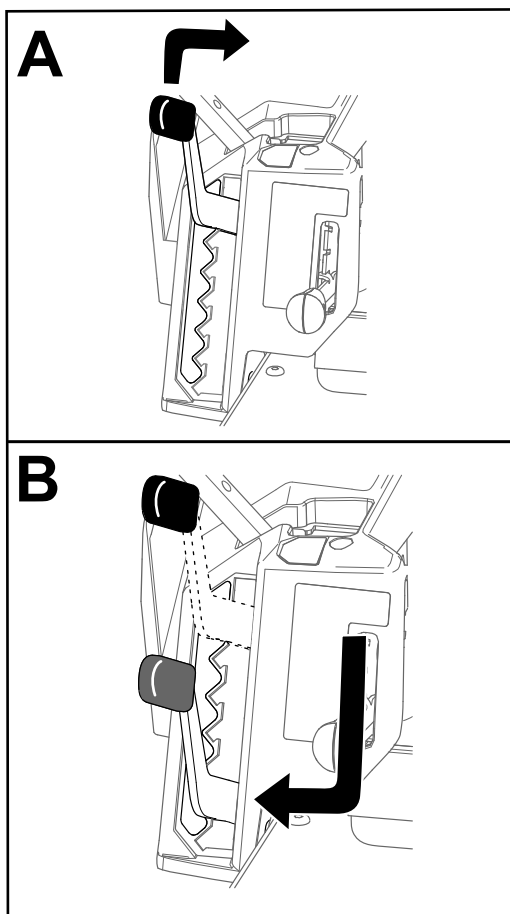

Figure 22
**Remarque:** La position de transport est la position de hauteur de coupe la plus élevée (114 mm [4½ po]), comme montré à la Figure 22.
Vous pouvez régler la hauteur de coupe de 38 à 114 mm (1½ à 4½ po) par paliers de 13 mm (½ po). La hauteur de coupe est réglée par le levier situé à droite de la position d'utilisation (Figure 22).